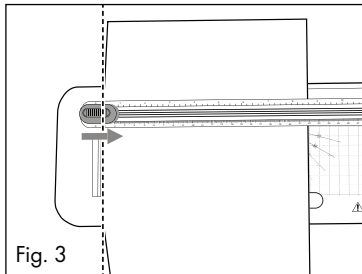

Fig. 3
❶ Indicație
- 3) Folosiți marcasele de pe liniarul de tăiere ❸ pentru a orienta cu exactitate hârtia/folia dacă doriți, de exemplu, să scurtați sau să tăiați oblic (a se vedea fig. 3 și 4).